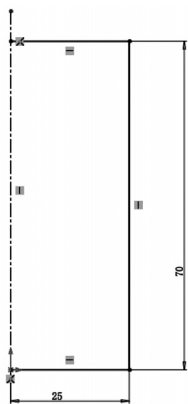

图 8-71 标注尺寸 1
3) 标注尺寸。选择菜单栏中的“工具”→“标注尺寸”→“智能尺寸”命令，或者单击“草图”控制面板中的 f （智能尺寸）按钮，标注步骤2)中绘制的各直线段的尺寸，如图8-71所示。